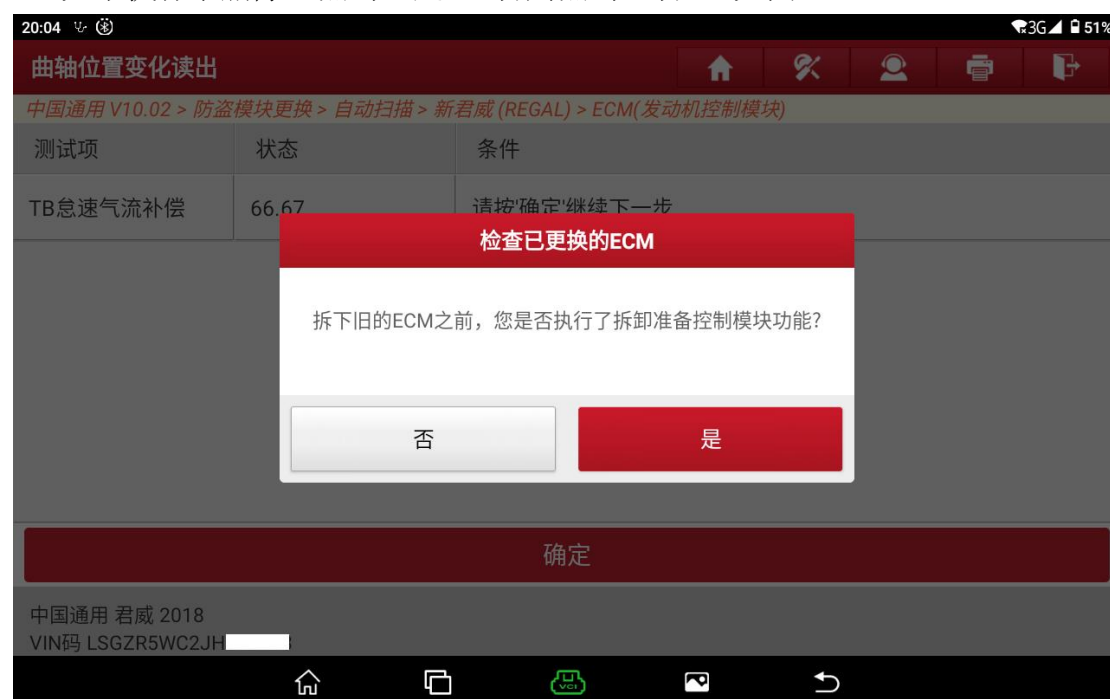

图 63
63. 如果执行了删除，点击“是”，否则点击“否”，如图 63。